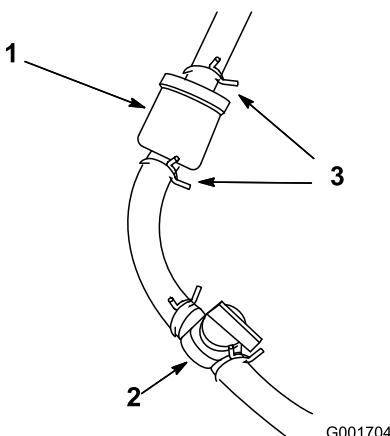

Figura 45
1. Chiudete la valvola di intercettazione del carburante (Figura 45).
2. Posizionate una bacinella di spурgo sotto il filtro, allentate la fascetta stringitubo sul lato del carburatore del filtro e rimuovete il tubo di alimentazione dal filtro (Figura 45).